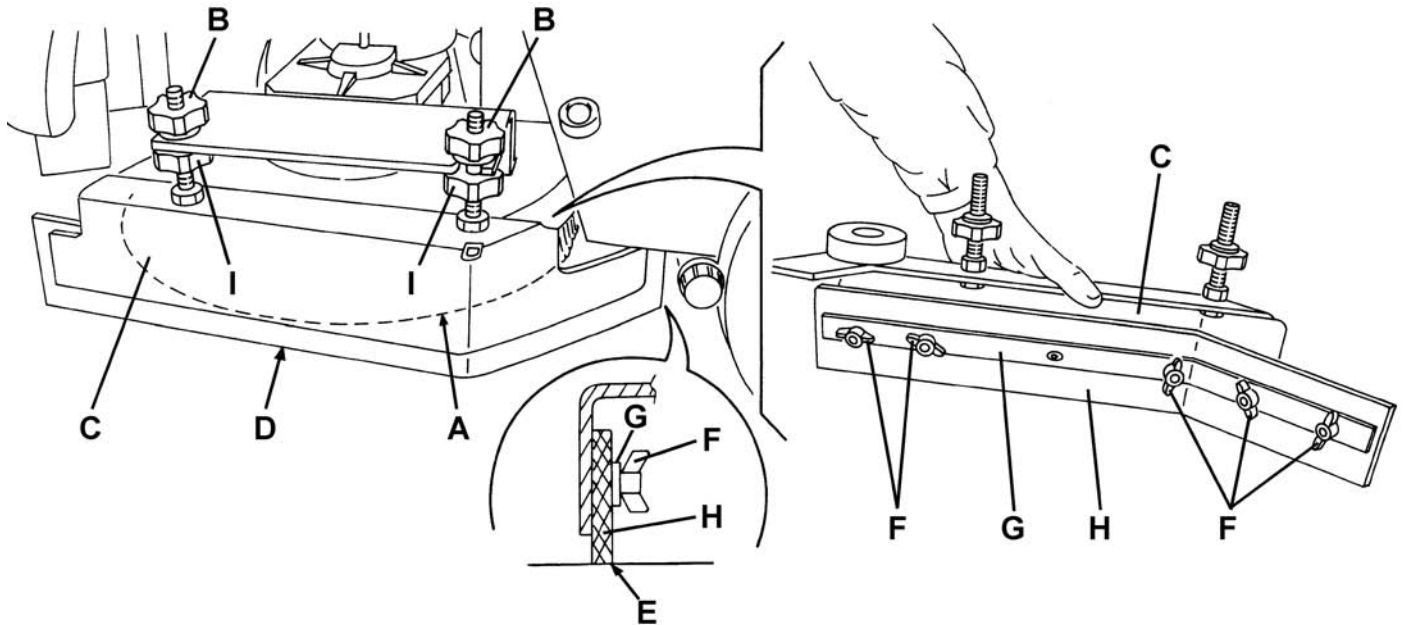

Figure 5
2. Positionner la clé de contact (41) sur "0".
3. En procédant sur les deux côtés de la machine, dévisser les pommeaux (B, Fig. 5) et déposer le groupe volets latéraux (C).
5. Contrôler que le bord inférieur (D) des volets latéraux :
- a l'arête intérieure (E) non usée ;